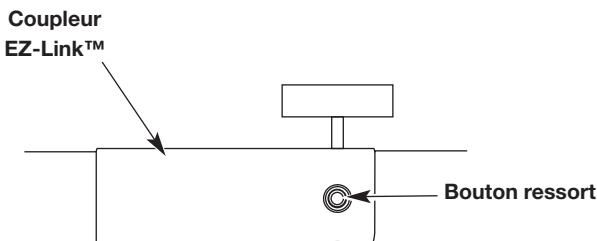

Fig. 2
- Appuyez sur le bouton-ressort et maintenez-le enfoncé (Fig. 2).